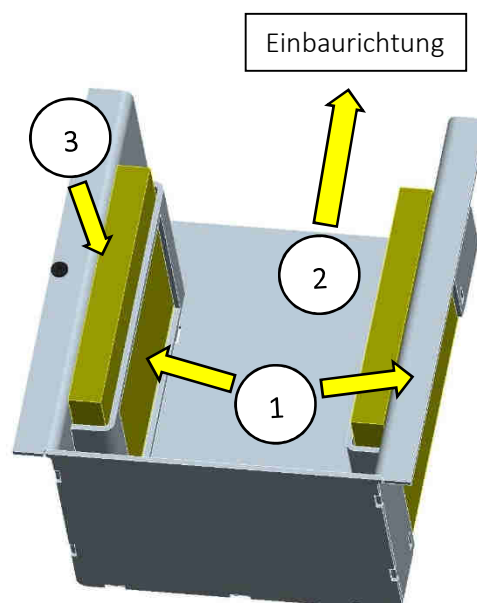
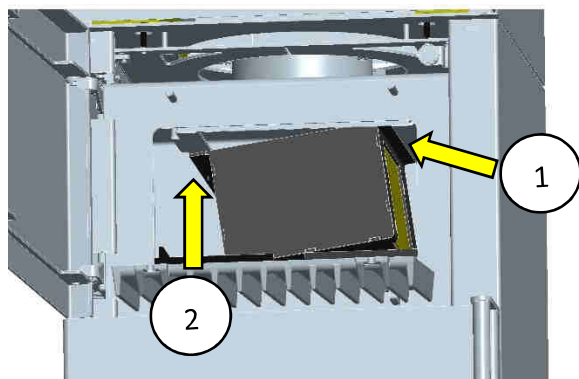

Abb. 13: Katalysator-Platten und Halter
Abb. 14: wotdke HiClean-Filter® Technik HCF03 (Katalysator) einsetzen
1. Die beiden Katalysator-Platten in den Halter einsetzen, siehe Abb. 13 Pos.1.
2. Das komplette Katalysator-Modul einsetzen (Abb. 14).
Einbaurichtung beachten (Abb. 13 Pos.2, die offene Seite des Halters zeigt nach hinten).
Zum Einbau zuerst die rechte Seite des Moduls auf der rechten Halteschiene aufsetzen (Pos. 1 Abb. 14), dann das Modul links anheben und leicht nach links schieben, bis die Positionierschraube (Abb. 13 Pos.3) in der linken Halteschiene einrastet.